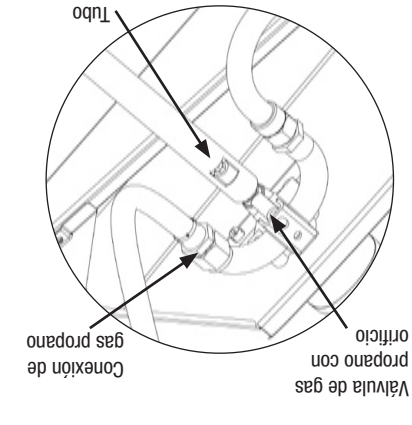
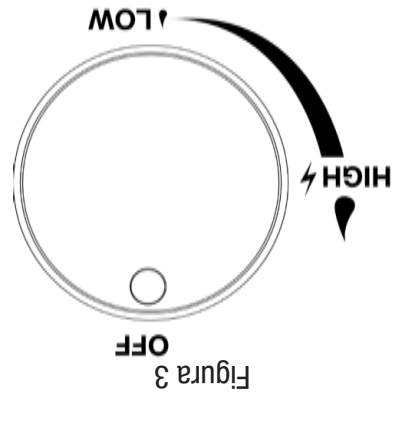

Figura 3
Figura 4
13. La perilla de control tiene que estar en la posición "OFF" (apagado), vea la Figura 3.
17. La perilla de control tiene que estar en la posición "OFF" (apagado), vea la Figura 3.
3. La perilla de control tiene que estar en la posición "OFF" (apagado), vea la Figura 3.
2. Asegúrese de que las perillas de control están en la posición "OFF" (apagado). Vea la Figura 3.
3. Abra el gas (ON) desde la válvula del tanque.
4. Aplique con una cuchara la solución de verificación de escapes en todas las ubicaciones marcadas con "X" (vea la Figura 4).
3. Todas las perillas tienen que estar en la posición "OFF" (apagado). Vea la Figura 3.